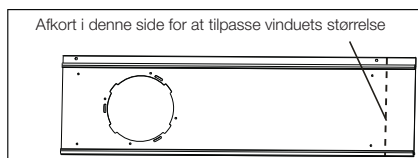

Figur 12
1. Skær skumforseglingerne (af klæbetypen) i korrekt længde, og fastgør dem til vinduet og rammen. (Figur 12)